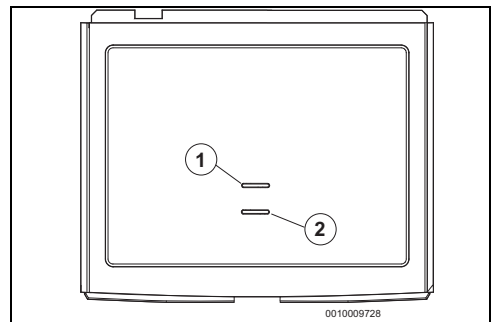

Fig. 16 Módulo emisor
- ▶ Mientras la unidad de mando establece la conexión, pulsar la tecla de conexión (→ fig. 16, pos. [2]) en el módulo emisor durante cinco a diez segundos para conectar el módulo emisor. El LED (→fig. 16, pos. [1]) parpadea durante la conexión dos veces en cinco segundos.